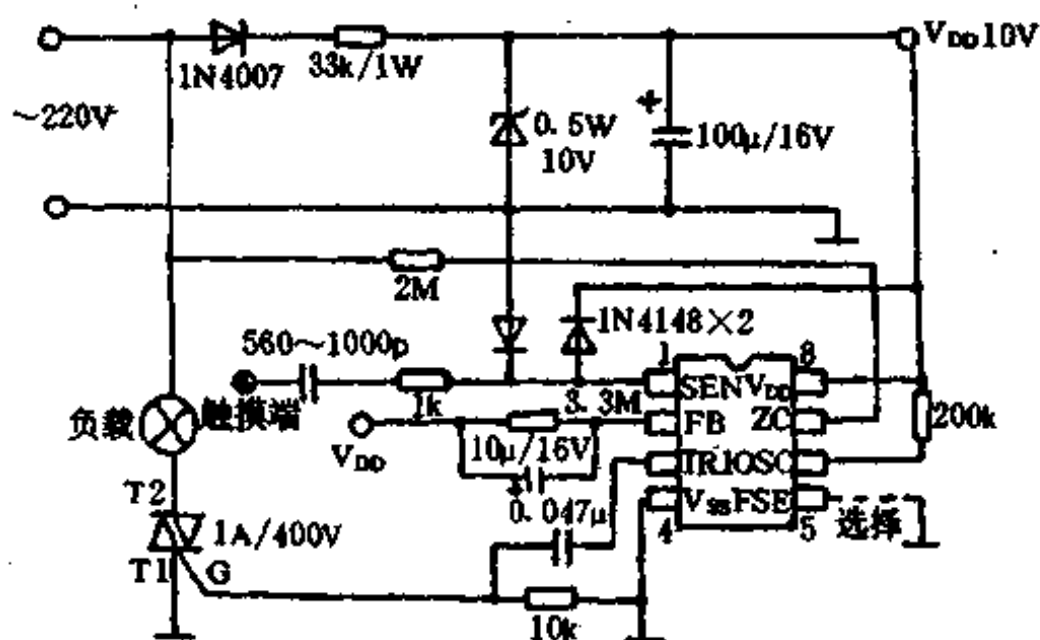

图 1-220
原理说明: 交流电经整流滤波后, 获得 10V 的直流电压, 供触摸调光集成块工作。原理图如图 1-220 所示。图中该集成块的①脚为触摸控制端, 1000p 电容作隔离用, ②脚为脉冲输出, 控制可控硅导通角, 达到控制亮度的目的。